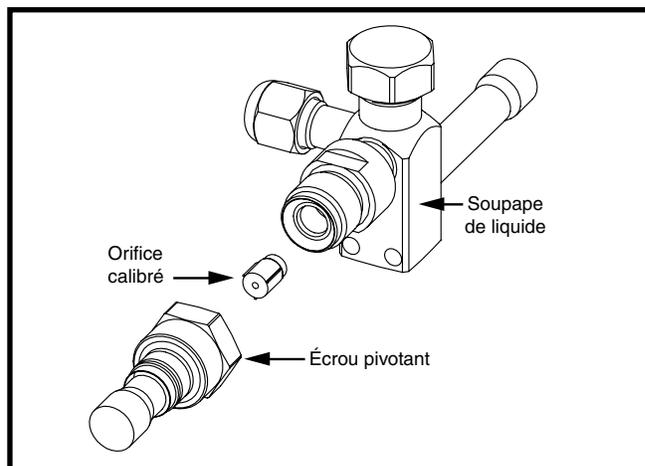

Figure 2. Soupape de liquide, orifice calibre et écrou pivotant
Si l'appareil extérieur est pourvu de la soupape de liquide montrée à la Figure 2, l'orifice calibre est situé à l'intérieur de l'écrou pivotant de la soupape de liquide et non pas à l'intérieur du distributeur de l'appareil extérieur. Effectuez les étapes 1 à 5 si l'orifice calibre extérieur doit être changé.
4. Insérez le nouvel orifice dans le corps de la soupape, bout arrondi vers l'intérieur de la soupape. Consultez la Figure 2.